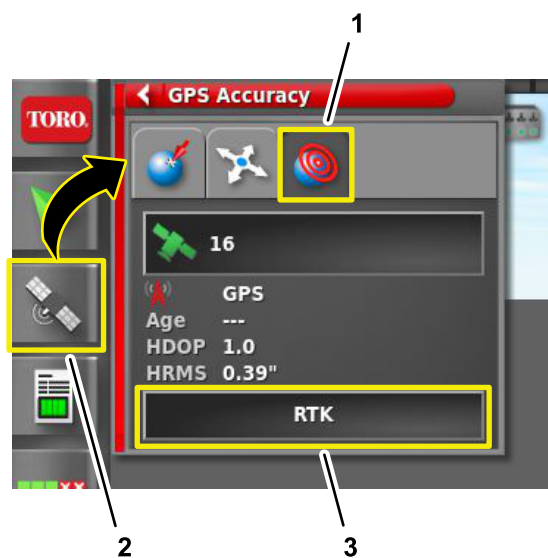

図 208
3. ジオリンクの制御コンソール上で GPS 情報アイコンを押す 図 208。